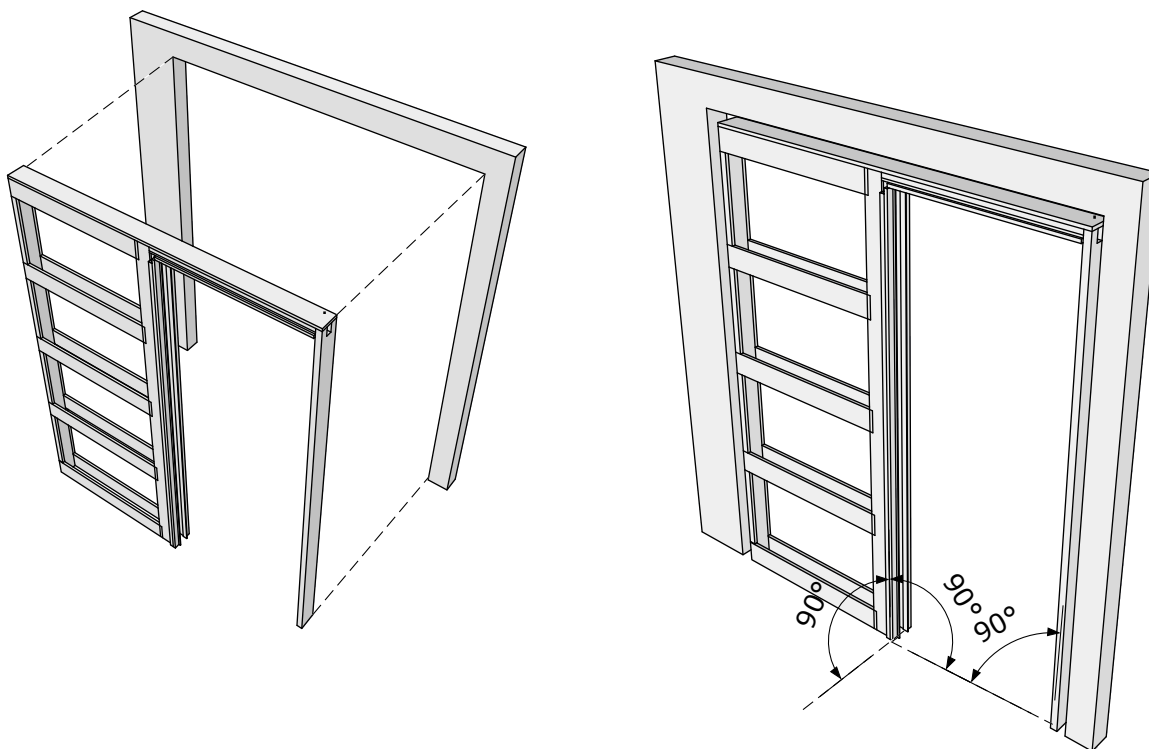

Рисунок 12
5. Установить собранный пенал в проём (Рис. 12).